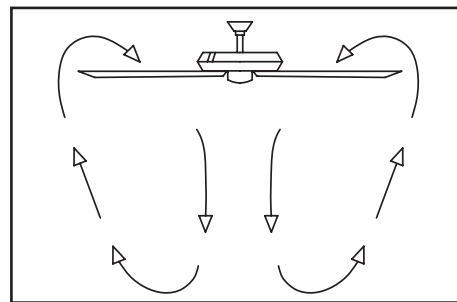

Figure 24
**Par temps chaud** - (marche avant) Un débit d'air descendant crée un courant d'air rafraîchissant, comme illustré dans la Figure 24. Ce qui permet d'utiliser un réglage de climatisation plus élevé sans nuire à votre confort.